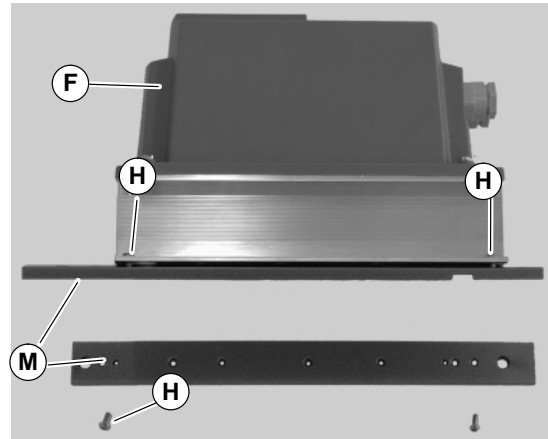

Abbildung 3
1. Installationsträger (M auf Abbildung 3) am Frequenzumrichter (F) mit Schrauben befestigen (H).